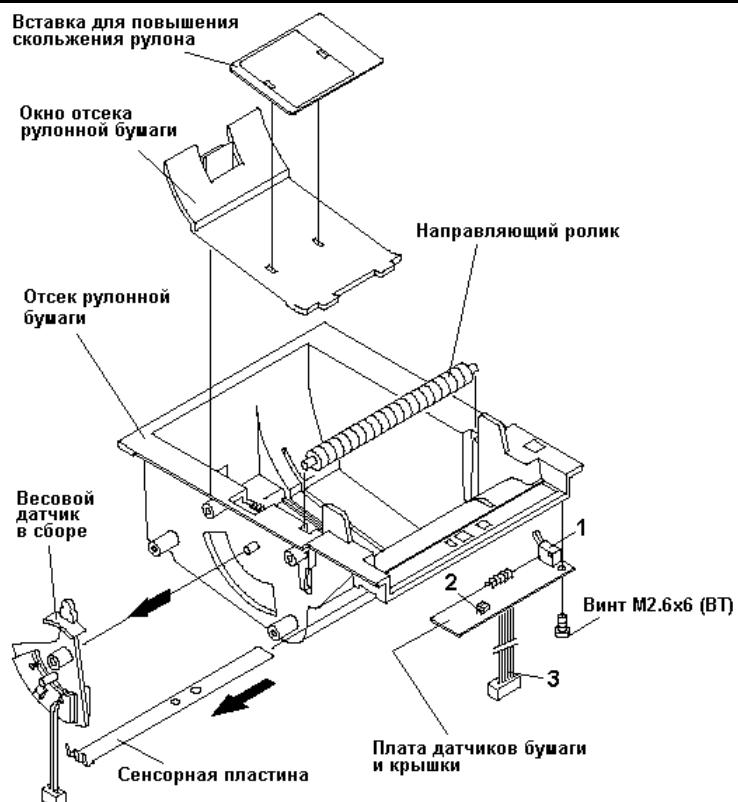

Рисунок 13 Полная разборка отсека рулонной бумаги
Полная разборка отсека рулонной бумаги осуществляется следующим образом (см. Рис. 13):
1. Снимите весовой датчик в сборе со штыря, на котором он вращается, в направлении, указанном стрелкой на Рис. 13.
3. Сенсорная пластина вынимается из соответствующего отверстия в отсеке рулонной бумаги в направлении, указанном стрелкой на Рис. 13.
7. Оба конца направляющего ролика (см. Рис. 13).